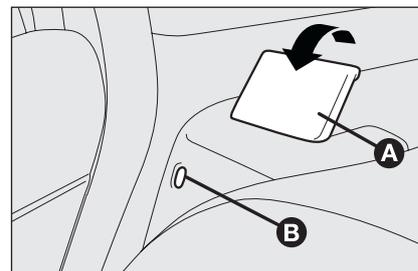

fig. 92
Spostare lateralmente le cinture di sicurezza verificando che i nastri siano correttamente distesi senza attorcigliamenti. Sollevare gli schienali spingendoli indietro fino a percepire lo scatto di bloccaggio di entrambi i meccanismi di aggancio, verificando visivamente la scomparsa della "banda rossa" **B-fig. 92** presente di fianco alle leve **A**.
**Assicurarsi che lo schienale risulti correttamente agganciato su entrambi i lati ("bande rosse" **B-fig. 92** non visibili) per evitare che, in caso di brusca frenata, lo schienale possa proiettarsi in avanti causando ferimento ai passeggeri.**